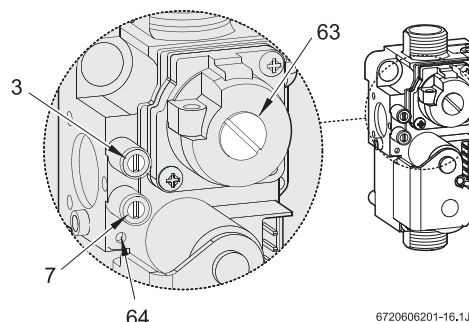

Fig. 3 Automático de gás
- ▶ Desmontar a cobertura do parafuso de regulação do gás (63) (Fig. 3).
- ▶ Tratando-se de gás natural: regular o consumo MAX com o parafuso de regulação (63) (Tab. 3).